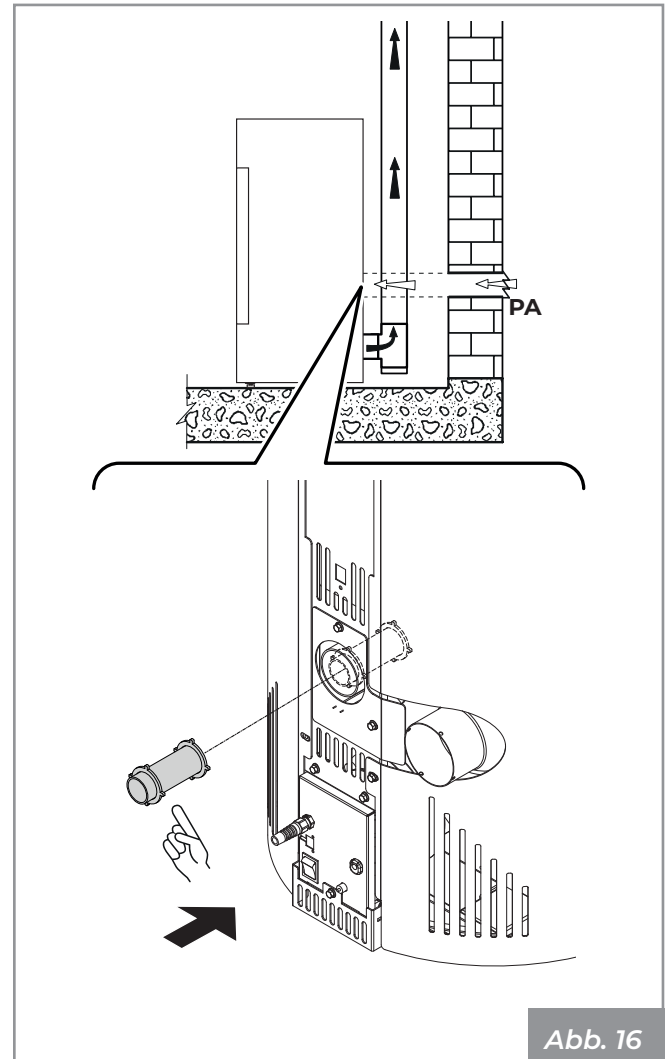

Abb. 16
- aus der Installationsumgebung oder aus geeigneten Nebenräumen kommend (**Abb. 16**)
Den Lufteinlass an der Wand vornehmen (**Abb. 16 - PA = Lufteinlass**), und lassen Sie das Gerät frei, um Luft in den Raum anzusaugen. Um Resonanzeffekte zu vermeiden, schließen Sie bitte das mitgelieferte Rohrstück an den Luftzufuhranschluss an.